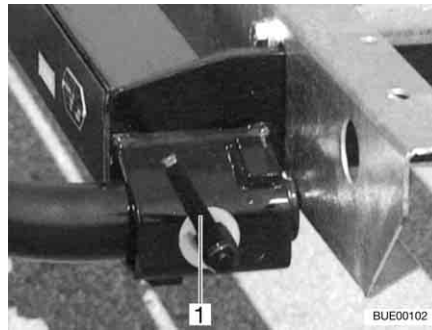

Bild 8 Snabblås
- Sätt i hållaren till vänster och höger i fästena i ramen och säkra med ett snabblås (Bild 8,1).
- Lås upp snabblåset (Bild 8,1) och ta av hållaren ur fästena i ramen.